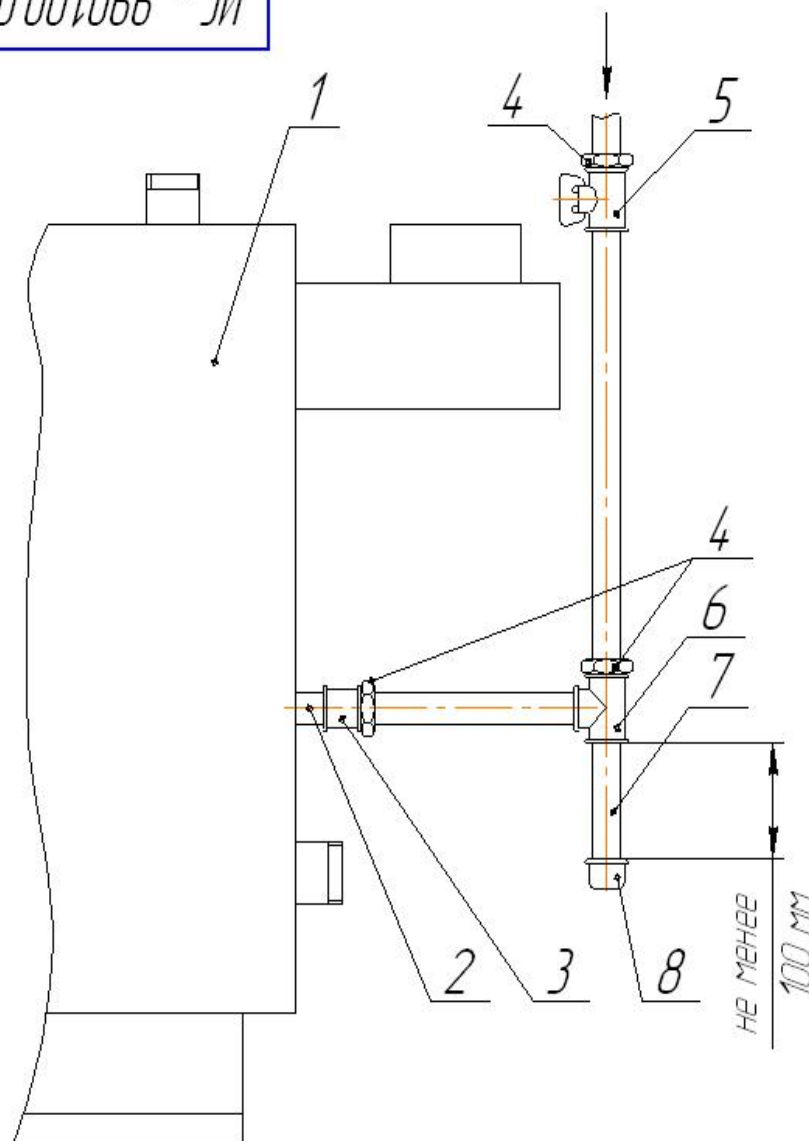

Рис. 9. Схема подсоединения котла к газопроводу.
5.7 На газоподводящей трубе перед котлом обязательно должен быть установлен газовый кран, перекрывающий доступ газа котлу /см. рис. 9/.
5.8 Рекомендуются на входе газопровода в котел устроить ловушку - отстойник /см. рис. 9/.